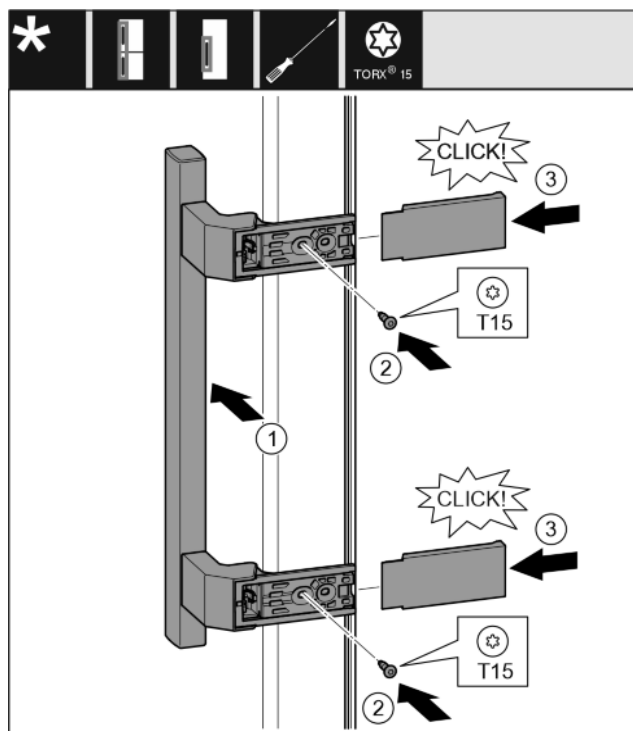

Fig. 31
- Poser la poignée sur le côté opposé. Fig. 31 (1)
- Serrer les vis avec un tournevis T15. Fig. 31 (2)
- Mettre en place les caches latéralement et les enfiler. Fig. 31 (3)